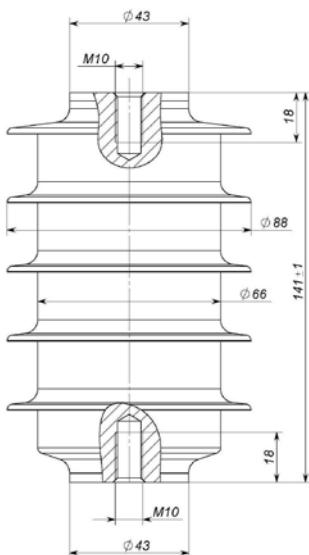
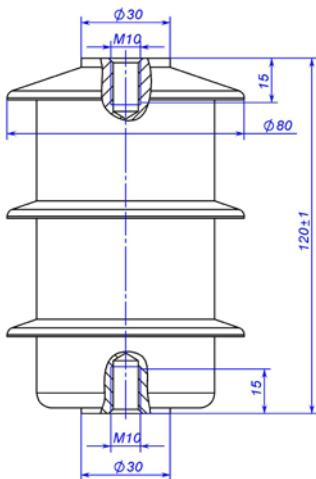

Рис. 12. ОПН-6 УХЛ1
Рис. 13. ОПН-6 УХЛ2
*** – рис. 12 и 15 для ОПН наружного исполнения; рис. 13, 14, 16 и 17 для ОПН внутреннего исполнения (категория размещения - 2).